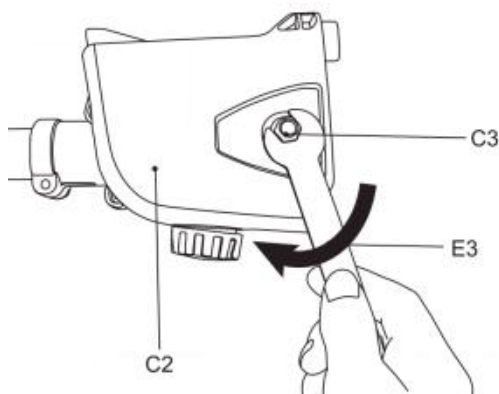

Fig. 12
8) Rimontare il coperchio (C2), montare la parte posteriore del coperchio e poi quella anteriore, assicurandosi che il perno sia posizionato in posizione. Stringere leggermente il rimanente dado (C3) utilizzando la chiave di montaggio (E3) (Fig. 12). Non serrare completamente i dadi poiché è necessario prima tensionare la catena.